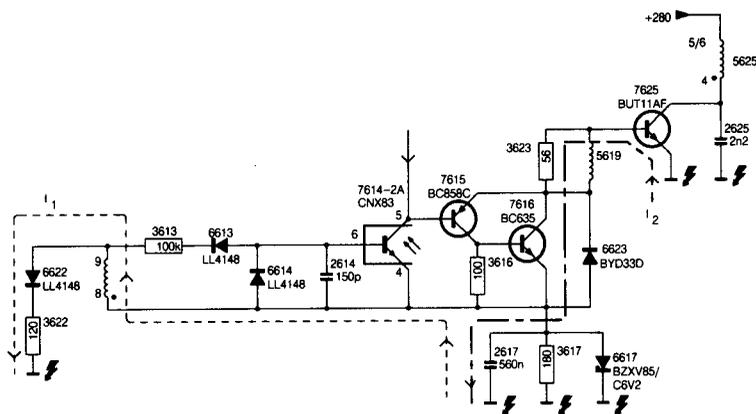

Bild 11.5
11.2.2.2 Der Abschaltkreis (Bild 11.5)